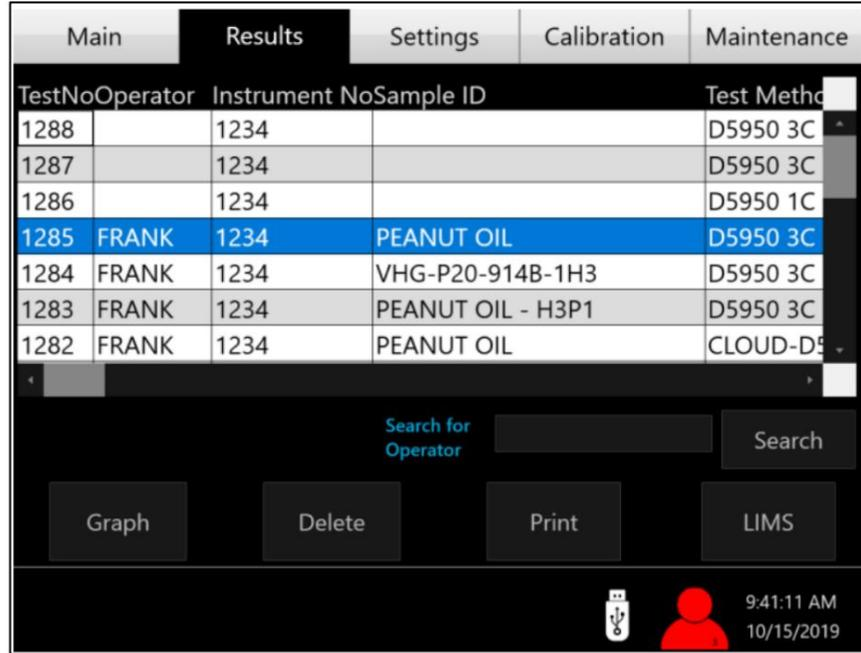

Figura 3. Pestaña de resultados
- Resultados. La pestaña de resultados es donde puede encontrar los resultados de las pruebas almacenadas. Desde aquí puede seleccionar un resultado para ver el gráfico, imprimirlo o exportar los resultados a través de LIMS. Ver la siguiente Figura 3: